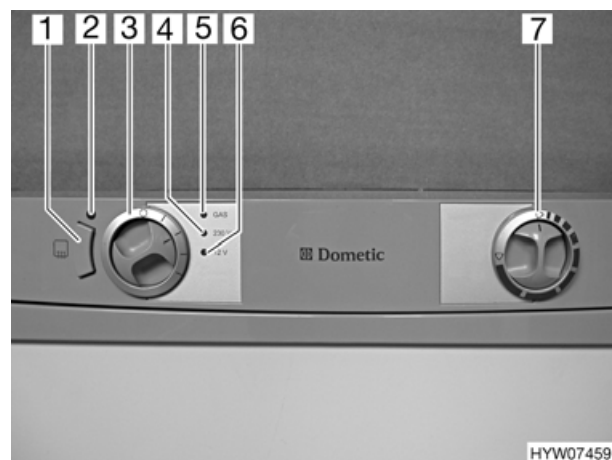

Fig. 88 Elementi di comando del frigorifero (variante 2)
Nel caso di temperature esterne ed umidità dell'aria elevate è possibile che si formino gocce d'acqua sul telaio in metallo del vano congelatore. Per questo motivo il frigorifero è dotato di un riscaldamento nel telaio per il vano congelatore. Nel caso di temperature e umidità dell'aria elevate, accendere il riscaldamento del telaio con il tasto (Fig. 88,1). È possibile così evitare fenomeni di corrosione. Quando il riscaldamento del telaio è acceso, la luce spia è accesa (Fig. 88,2).
- Posizionare il selettore di energia (Fig. 88,3) su "GAS".
- Posizionare il pomello girevole (Fig. 88,7) sulla potenza massima. L'alimentazione di gas è ora aperta. L'accensione avviene automaticamente. È udibile un ticchettio fino a quando procedura di accensione non è stata portata a termine. L'indicazione di funzionamento "GAS" (Fig. 88,5) diventa gialla.
- Posizionare il selettore di energia (Fig. 88,3) su "O". Il frigorifero è spento.
- Posizionare il selettore di energia (Fig. 88,3) su "230 V". L'indicazione di funzionamento "230 V" (Fig. 88,4) diventa verde.
- Impostare la temperatura di refrigerazione con il pomello girevole (Fig. 88,7).
- Posizionare il selettore di energia (Fig. 88,3) su "12 V". L'indicazione di funzionamento "12 V" (Fig. 88,6) diventa verde.